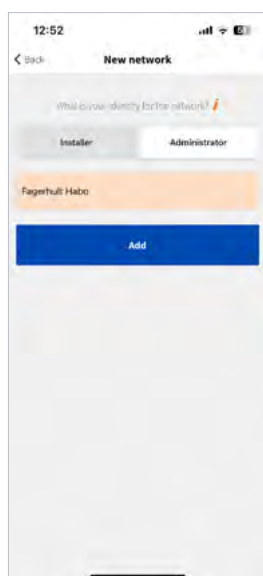

Figure 3.4 Add network
3. Sélectionnez l'identité et "Ajouter" (voir figure 3.4).